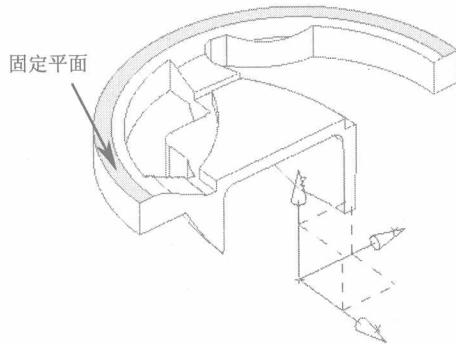
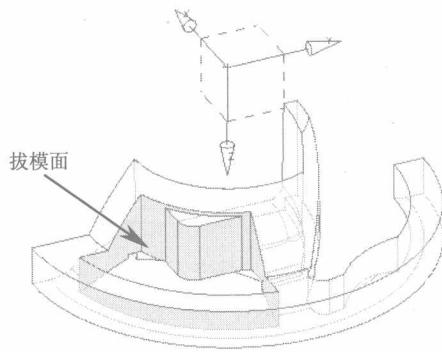

图1-28
图1-29
- (1) 在菜单栏中选取【插入】/【细节特征】/【拔模】命令，弹出【草图】对话框。
- (2) 设置类型为【从平面】方式，设置拔模的方向为-zc 轴。
- (3) 参照图 1-28 所示，选取固定平面以及拔模面，设置拔模的角度为“1”，单击【确定】按钮创建拔模特征，如图 1-29 所示。